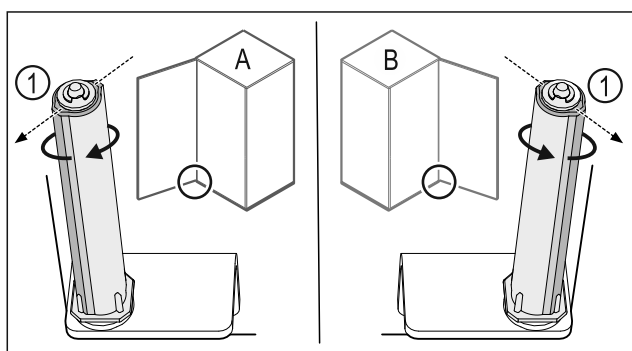

Fig. 53 Links scharnierend (A) / rechts scharnierend (B)
- Sluitsysteem tegen de weerstand in draaien tot het schot van het sluitsysteem Fig. 53 (1) naar buiten wijst.